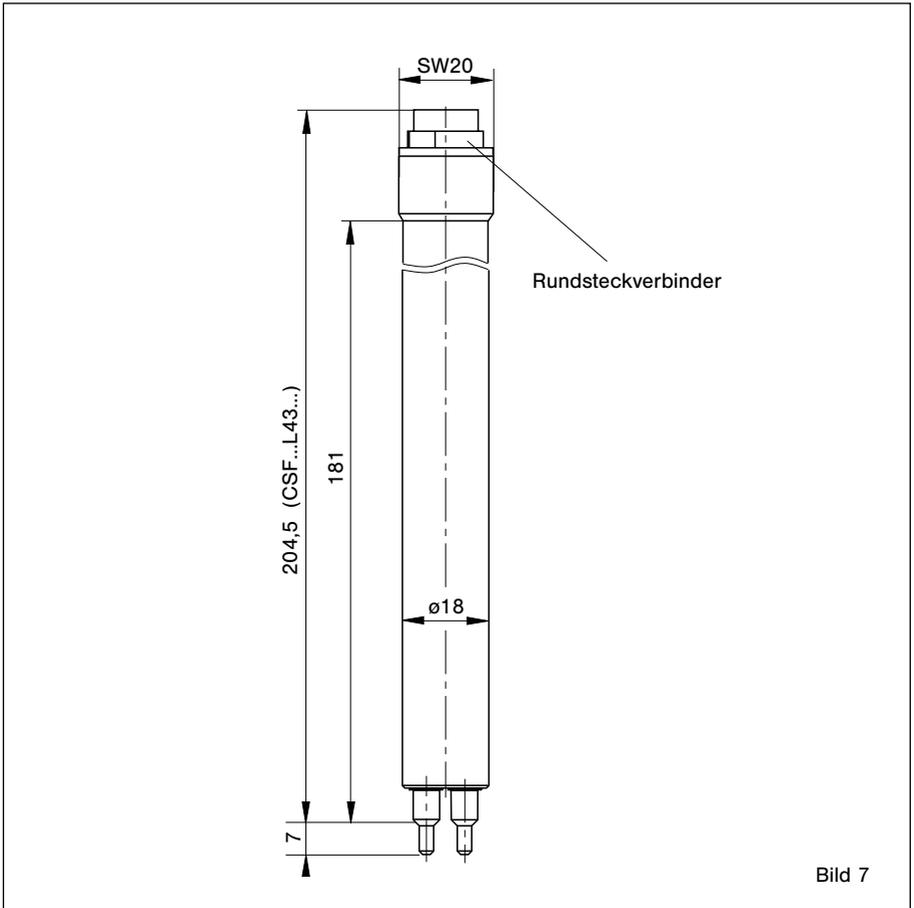

Bild 7
- ⚠ Die beiden Messfühler (M) (Bild 7) müssen im eingebauten Zustand nebeneinander im Strömungsmedium liegen. Dies ist der Fall, wenn die Schlüsselansatzflächen parallel zur Rohrleitung (Strömungsrichtung) stehen.